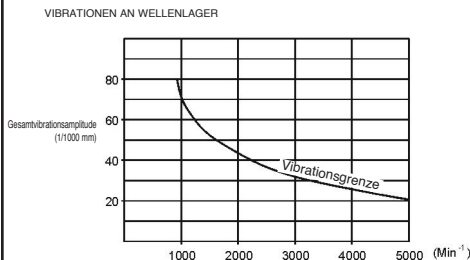

Abb. 4
(1) Anzeichen für Defekte können starke Veränderungen von Druck, Volumenstrom, Stromstärke, sowie Vibrationen und ungewöhnliche Geräusche sein. In diesem Fall ist im Kapitel "Defekte und ihre Behebung" (Tabelle 3) nachzuschlagen. Die Betriebsbedingungen sollten täglich überprüft werden, um Anzeichen für Defekte zu erkennen.
(2) Die maximal zulässige Temperatur für die Lager beträgt 40°C über Raumtemperatur, auf keinen Fall sollten 80°C überschritten werden.
(3) Die Gleitringdichtung verursacht keine Wasserlecks, sollte dies geschehen, ist sie auszutauschen. Bei der Ausführung der Stopfbuchspackungen ist ein Lecken von 20 ml pro Minute zulässig. Die Dichtung ist einzustellen, wenn die Pumpe in Funktion ist.
(4) Abb. 4 zeigt die Nennwerte für Vibrationen bei Installation und Betrieb mit ordnungsgemäß montierten Rohren.